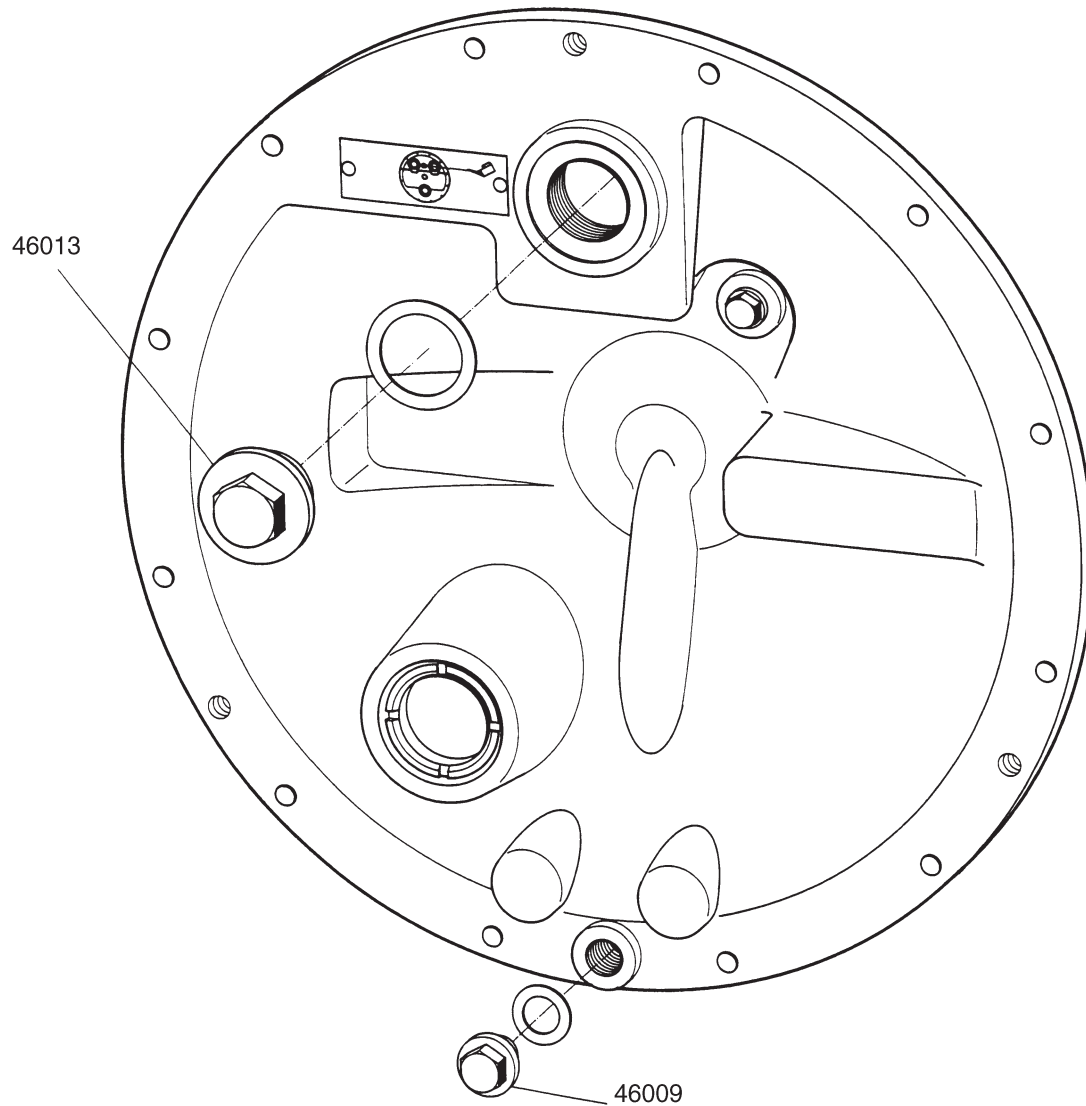

Fig. 5-3
- Verschlusschrauben (46009/46013) entfernen und Schmieröl ablassen (s. Fig. 5-3).
- Remove the screw plugs (46009/46013) and drain the lubricating oil (see fig. 5-3).